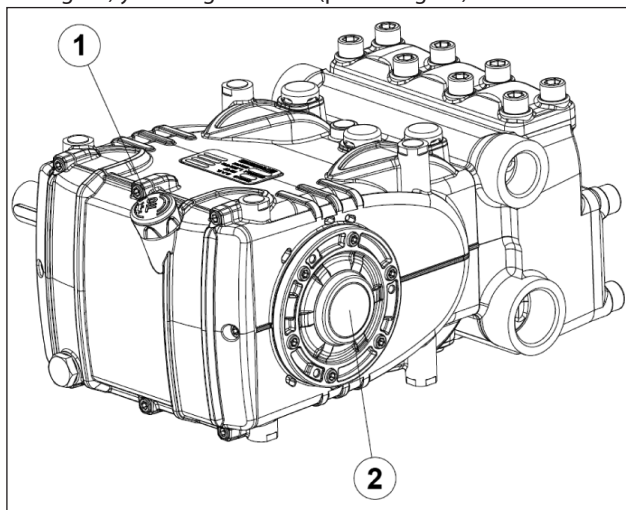

Fig. 14
5. El nivel del aceite en el cárter de la bomba sea correcto. Para comprobarlo, utilizar la varilla específica (pos. ① Fig. 14) y el testigo de nivel (pos. ② Fig. 14).